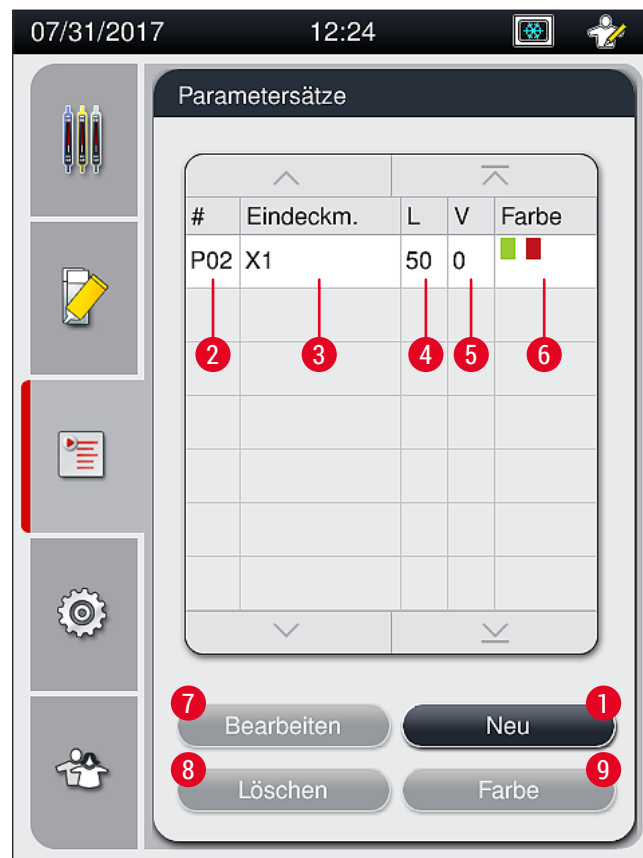

Abb. 42
- Das Parametersatzmenü (→ Abb. 42) bietet dem Benutzer die Möglichkeit, neue Parametersätze anzulegen, bereits bestehende zu ändern oder eine Objektträgerbügelfarbe einem Parametersatz zuzuordnen. Das Anlegen oder Ändern eines Parametersatzes setzt den Benutzerstatus **Supervisor** voraus und ist nur möglich, wenn sich keine Objektträgerhalter im Gerät befinden und das Gerät im Ruhezustand ist.
- ✓ Der neu angelegte Parametersatz ist nun gespeichert und kann im Parametersatzmenü (→ Abb. 42) ausgewählt werden.